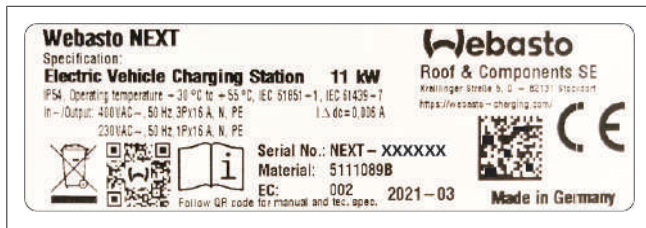

Abb. 1 Beispiel Webasto Next Typenschild (11kW version)
3. Geben Sie die Details für Ihr Ladegerät im folgenden Format ein. Diese Informationen können Sie beispielsweise Ihrem Typenschild auf Ihrem Ladegerät entnehmen (vgl. Abb. 1):